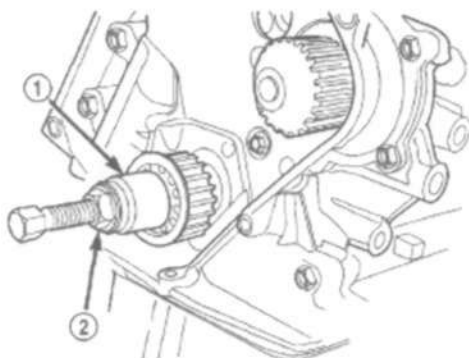

Рис. 96 Звездочка коленчатого вала - установка.
- (7) Установить звездочку коленвала при помощи спец. приспособления 6792 (Рис. 96).
- (8) Установить приемный патрубок масляного насоса.
- (9) Установить масляный поддон (см. п.9. ДВИГАТЕЛЬ/СМАЗКА/МАСЛЯНЫЙ ПОДДОН УСТАНОВКА).
- (10) Установить заднюю крышку ремня привода ГРМ (см. п. 9 ДВИГАТЕЛЬ / ФАЗЫ ГАЗОРАСПРЕДЕЛЕНИЯ /РЕМЕНЬ ПРИВОДА ГРМ/КРЫШКА(И) ЦЕПИ УСТАНОВКА).
- (11) Установить ремень привода ГРМ (см. п. 9. ДВИГАТЕЛЬ/ ФАЗЫ ГАЗОРАСПРЕДЕЛЕНИЯ/РЕМЕНЬ ПРИВОДА ГРМ/ЦЕПЬ И ЗВЕЗДОЧКИ УСТАНОВКА).